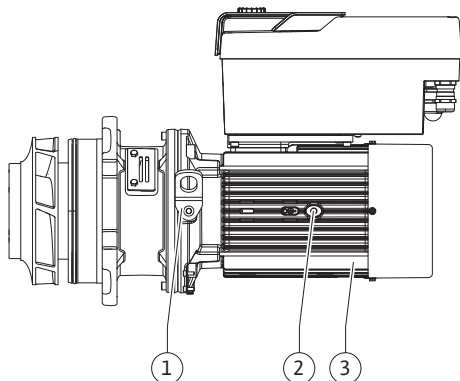

Fig. 108: Ansamblu motor cu rotor hidraulic
13. Introduceți ansamblul motor cu rotor hidraulic (vezi Fig. 108) în carcasa pompei în poziția inițială sau în altă poziție înclinată dorită. Totodată țineți cont de pozițiile admise de montare ale componentelor (a se vedea capitolul „Poziții de montare și modificarea dispunerii componentelor înainte de instalare” [► 25]).